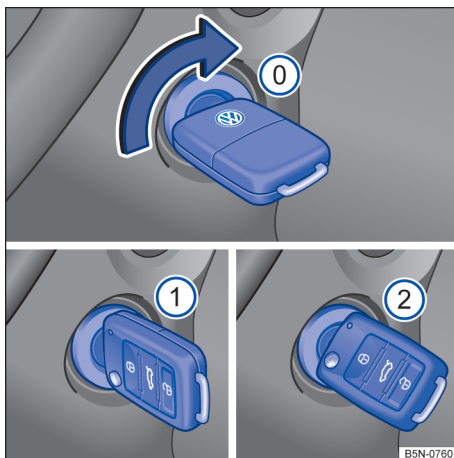

Fig. 82 Ao lado do volante, à direita: posições da chave do veículo no cilindro da ignição.
Posições da chave do veículo → Fig. 82
- *Veículos com partida aquecida:* girar a chave do veículo na posição → Fig. 82 ①. A ignição está ligada. Nesse instante a luz de controle do sistema de partida aquecida  irá se acender no instrumento combinado. Aguardar que a luz de controle  se apague indicando o término do aquecimento do combustível (esta ação poderá ser necessária em condições de partida com o motor frio).
- *Veículos sem partida aquecida:* girar a chave do veículo na posição → Fig. 82 ①. A ignição está ligada.
- Girar a chave do veículo no cilindro da ignição para a posição → Fig. 82 ② – não acelerar. Quando o motor começar a funcionar, soltar a chave do veículo no cilindro da ignição.
- *Veículos com partida aquecida:* girar a chave do veículo no cilindro da ignição para a posição → Fig. 82 ② para dar partida no motor – não acelerar. Caso a etapa 5 não seja respeitada, a luz de controle  irá piscar indicando a necessidade de interromper o procedimento de partida e repeti-lo após retornar a chave para a posição → Fig. 82 ① e aguardar aproximadamente 10 segundos.
- *Veículos sem partida aquecida:* girar a chave do veículo no cilindro da ignição para a posição → Fig. 82 ② para dar partida no motor – não acelerar.
- Girar a chave do veículo no cilindro da ignição na posição → Fig. 82 .